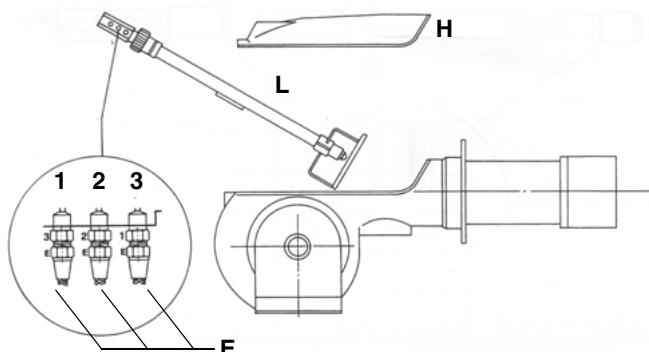

Fig. 14
- Svitare i connettori nafta **E** (Fig. 14) che fissano i flessibili nafta alla lancia **L** e rimuovere il gruppo completo come mostrato in figura.